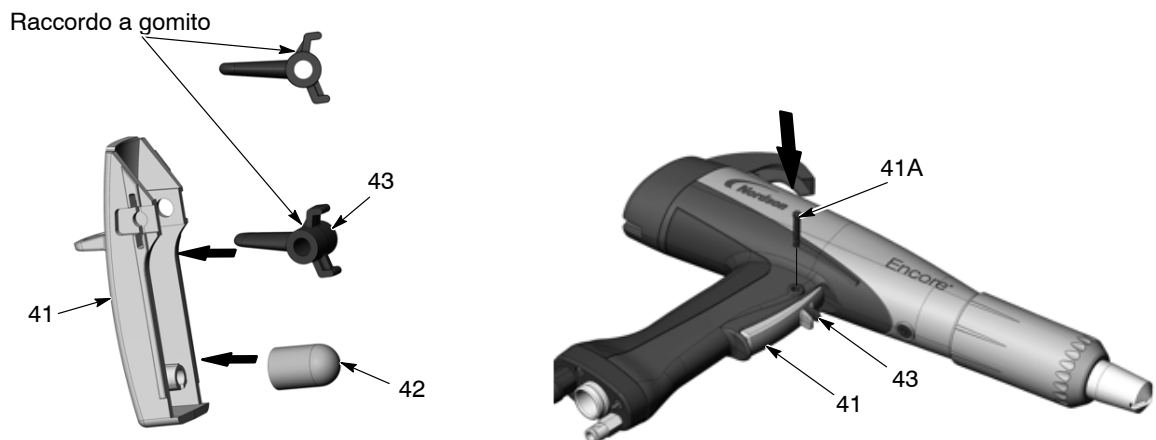

Figura 6-13 Rimontaggio del grilletto e dell'asse
7. Vedi figura 6-13. Installare il grilletto di spurgo (43) nel grilletto di spruzzatura (41) con il raccordo a gomito orientato verso l'alto, come illustrato. **Non installare il grilletto di spurgo capovolto.**
8. Verificare che l'attuatore (42) sia installato sopra il montante.